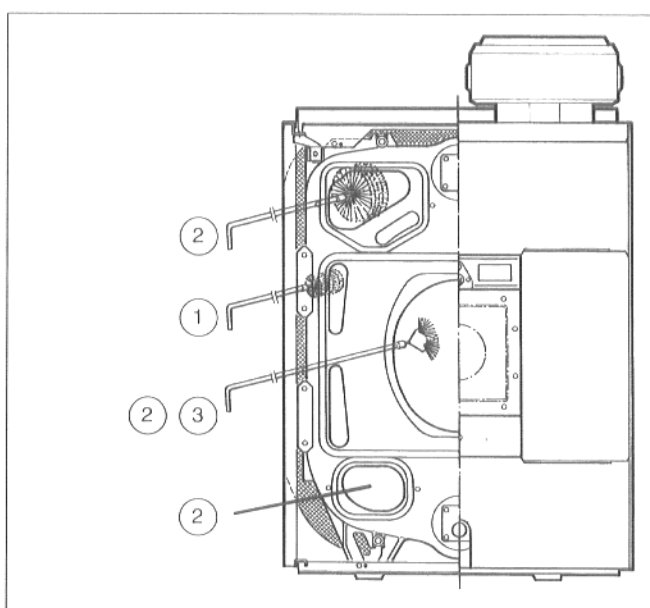

Fig. 63
- Øvre kanaler rengjøres forfra med rengjøringsbørste 2 (fig. 63).
- Med rengjøringsbørste 1 rengjøres de vertikale kanalene forfra og bakover (fig. 63).
- Med rengjøringsbørste 3 rengjøres brennkammerets bakvegg og med rengjøringsbørste 2 rengjøres brennkammeret (fig. 63).
- De nedre, horisontale kanalene rengjøres forfra og bak med rengjøringsbørste 2 (fig. 63).